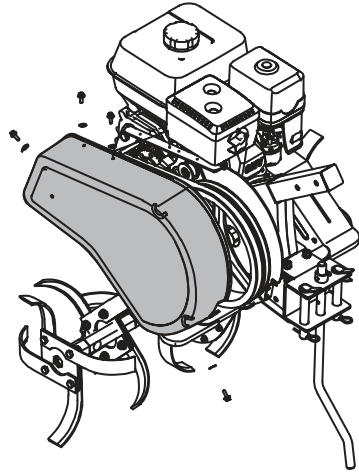

Рис. 16. Установка защитного кожуха ремней
- 5. Установите кожух защитный ремней с помощью болтов М5 и шайб из комплекта крепежа (Рис. 16)